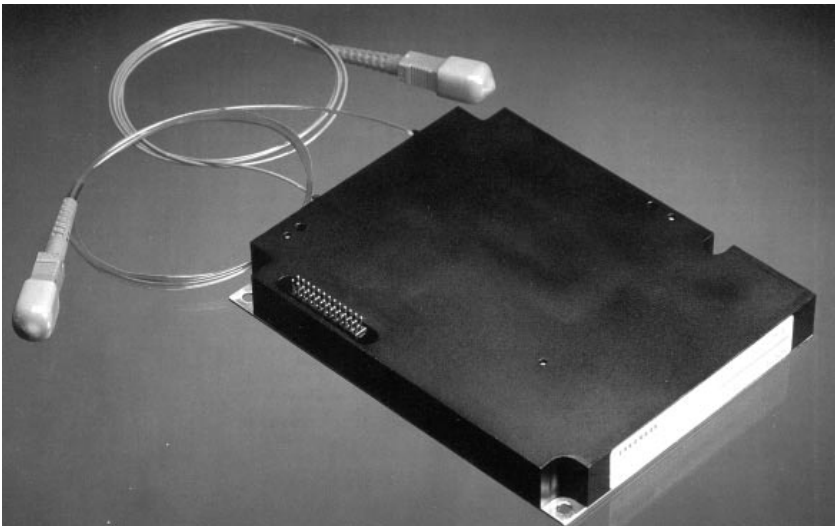

рис. 2
**Оптические усилители** подключаются к волокну, они усиливают сигнал без оптоэлектронного и электрооптического преобразования (**рис. 2**). Изобретение оптических усилителей привело к революции в технике волоконной связи, так как их применение позволяет исключить из линейного тракта регенераторы. Регенераторы требуют питания электрическим током, который нельзя подать по оптическому волокну, конструктивно значительно более сложны (а значит, и менее надежны), не являются "прозрачными" для сигнала. Основной конструктивный элемент оптического усилителя – отрезок волокна с сердцевинной из плавящего кварца, легированного эрбием (редкоземельный металл из группы лантаноидов). Для возбуждения активной среды эрбиевого усилителя используют лазер с длиной волны 0,98 или 1,48 мкм на длине вол-